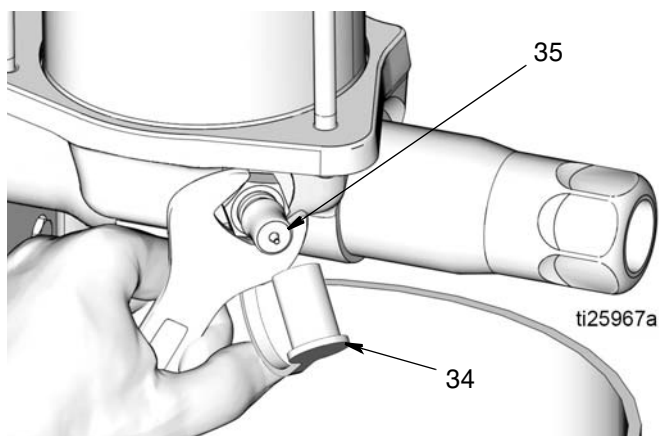

FIG. 12
7. Enlever le capuchon de remplissage (34). Ensuite, détacher et enlever doucement l'embout de remplissage (35) à l'aide d'une clé. (FIG. 12).